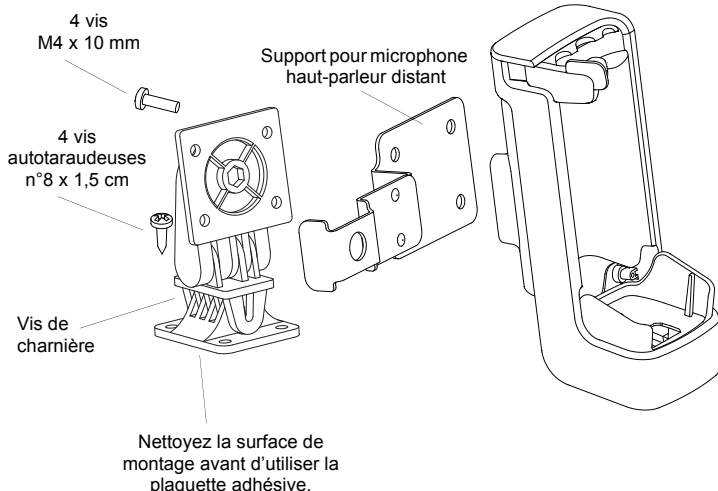

Figure 2. Pour installer le bac, suivez la procédure ci-dessous ou modifiez-la en fonction du véhicule.
Pour installer le kit de support passif pour voiture PMLN7018, suivez la procédure ci-dessous ou modifiez-la en fonction du véhicule sur lequel vous installez le kit. Voir Figure 2.
5. Fixez le socle ou le support sur la seconde moitié de la plaque à l'aide de 4 vis M4 de 10 mm. Vous pouvez placer le support du système de gestion des lecteurs à distance entre les deux ou l'installer séparément, comme indiqué à la Figure 2.